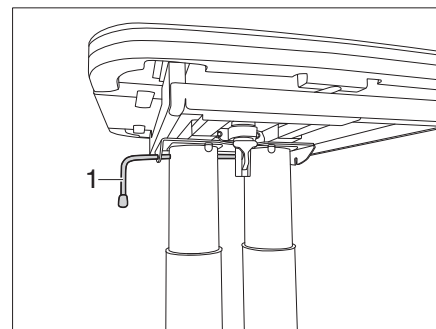

Fig. 109 Bloccaggio del tavolo
- Ruotare la leva di serraggio (Fig. 109,1) verso destra. Il tavolo di sollevamento è bloccato.
- Sbloccare la leva di serraggio (Fig. 109,1).
- Ruotare la leva di serraggio (Fig. 109,1) in senso antiorario. Il bloccaggio è aperto.